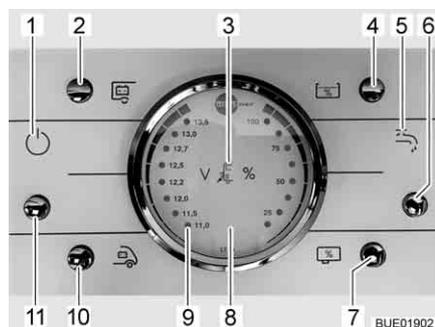

Bild 164 Panel LT 96
Der Taster (Bild 164,11) schaltet das Panel und die 12-V-Versorgung des Wohnraums ein und aus.
Einschalten: ■ Taster (Bild 164,11) drücken: Die 12-V-Versorgung des Wohnraums ist eingeschaltet. Die Kontroll-Leuchte (Bild 164,1) leuchtet.
Ausschalten: ■ Taster (Bild 164,11) drücken: Die 12-V-Versorgung des Wohnraums ist ausgeschaltet. Die Kontroll-Leuchte (Bild 164,1) erlischt.
Beim Anzeigeeinstrument V/Tank (Bild 164,8) die linke Skala beachten. Das Anzeigeeinstrument wird automatisch beleuchtet, sobald ein Taster gedrückt wird.
- Taster (Bild 164,10) drücken: Die Batteriespannung der Starterbatterie wird angezeigt.
- Taster (Bild 164,2) drücken: Die Batteriespannung der Wohnraumbatterie wird angezeigt.
Beim Anzeigeelement V/Tank (Bild 164,8) die rechte Skala beachten. Das Anzeigeelement wird automatisch beleuchtet, sobald ein Taster gedrückt wird.
- Taster (Bild 164,4) drücken: Die Wassermenge wird angezeigt.
- Taster (Bild 164,7) drücken: Die Abwassermenge wird angezeigt.
- Taster (Bild 164,6) drücken: Die Wasserversorgung ist eingeschaltet. Die Kontroll-Leuchte Wasserpumpe (Bild 164,5) leuchtet.
- Taster (Bild 164,6) drücken: Die Wasserversorgung ist ausgeschaltet. Die Kontroll-Leuchte Wasserpumpe (Bild 164,5) erlischt.
Die rote Warnleuchte "ALARM" (Bild 164,9) blinkt, sobald die Spannung der Wohnraumbatterie 11 V (Messung im laufenden Betrieb) unterschreitet und damit Tiefentladung droht.
Die 12-V-Kontroll-Leuchte (Bild 164,1) leuchtet, wenn der 12-V-Haupttaster (Bild 164,11) eingeschaltet ist.
Die 230-V-Kontroll-Leuchte (Bild 164,3) leuchtet, wenn am Eingang des Elektroblocs Netzspannung vorhanden ist.